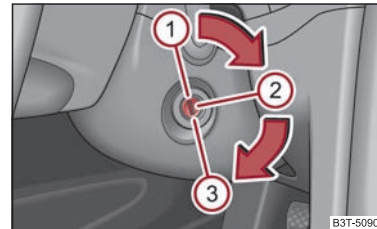

Fig. 128 Pozițiile cheii în contact
- Motorul se oprește prin rotirea cheii în contact în poziția ① → pagina 115, fig. 128.